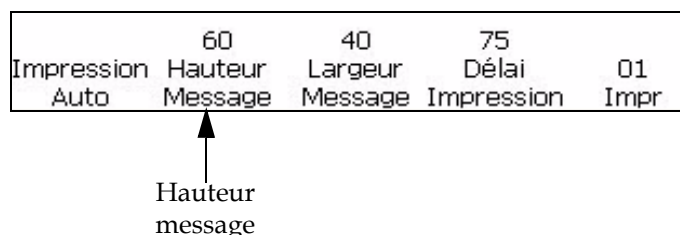

Figure 5-22: Fenêtre <01 Imprimer>
Il est possible d'ajuster la hauteur d'un message. La hauteur d'un message se règle dans la Fenêtre <01 Imprimer>. Voir Figure 5-22.
- 1 Commencez dans la Fenêtre <01 Imprimer> (01 Editer > 02 Editer > 03 Editer > 04 Editer - Config. Imprimante > 01 Imprimer). Voir Figure 5-22.